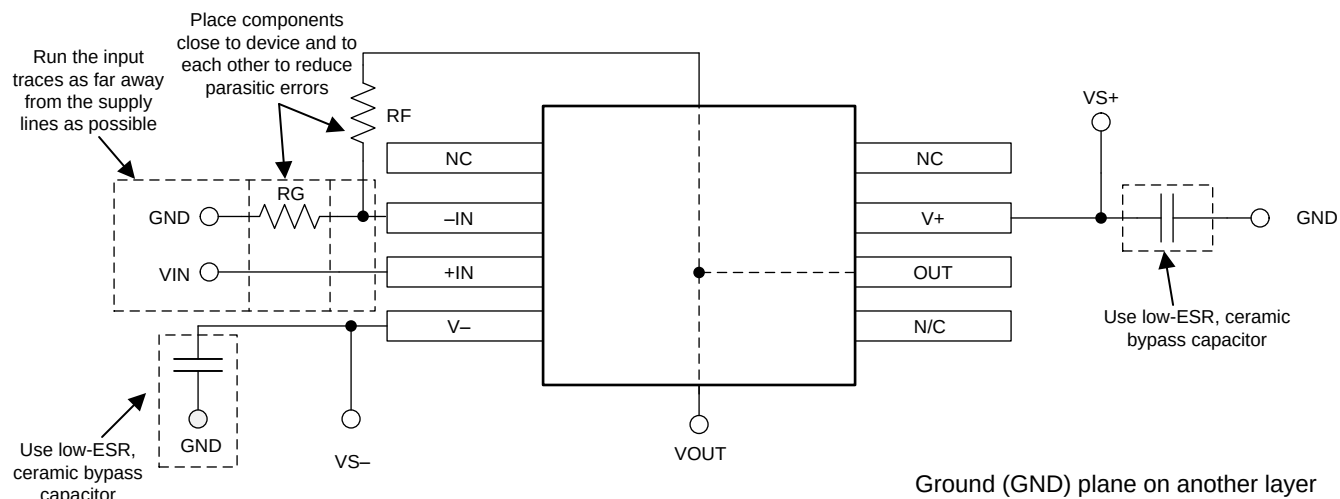

Figure 32. 布局示例
- 外部组件的位置应尽量靠近器件。如 Figure 32 所示，使 R_F 和 R_G 接近反相输入可最大限度地减小寄生电容。